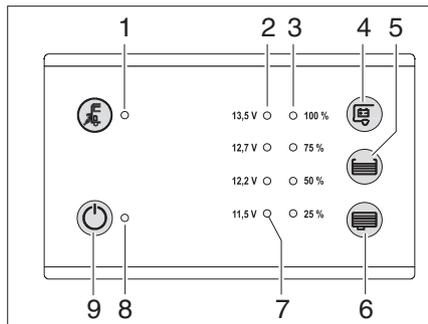

Fig. 70 Pannello di controllo LT 100
- ▶ Toccare il pannello a sfioramento del sensore dell'interruttore principale 12 V ON/OFF (Fig. 70,9).
- ▶ Toccare il pannello a sfioramento del sensore di richiamo del valore della tensione della batteria dell'abitacolo (Fig. 70,4):
- ▶ Toccare il pannello a sfioramento del sensore richiamo del livello di riempimento del serbatoio dell'acqua (Fig. 70,5) o delle acque grigie (Fig. 70,6).